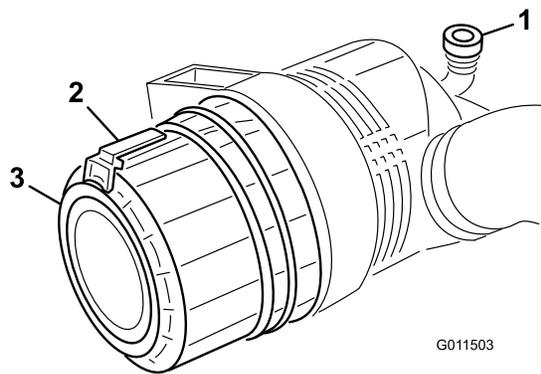

Figura 45
1. Tire hacia fuera del enganche y gire la tapa del limpiador de aire en el sentido contrario a las agujas del reloj (Figura 45).